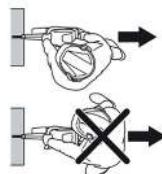

Рис. 30
- Встаньте параллельно режущему диску. Избегайте стоять прямо позади. В случае отдачи бензорез будет двигаться в плоскости режущего диска (*рис. 30*);